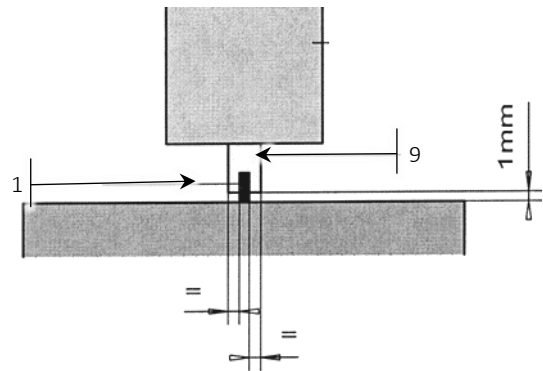

Abb. 4 Mitte Y Richtung
- Lösen Sie die drei Rändelschraube (2) am Aufnahmesockel (3) und positionieren Sie die Schnellzentriereinrichtung mithilfe der Rändelschrauben (4) in der Y-Richtung mittig zur Messeinrichtung (siehe Abb. 4).
- Drehen Sie die Rändelschrauben (2) fest.